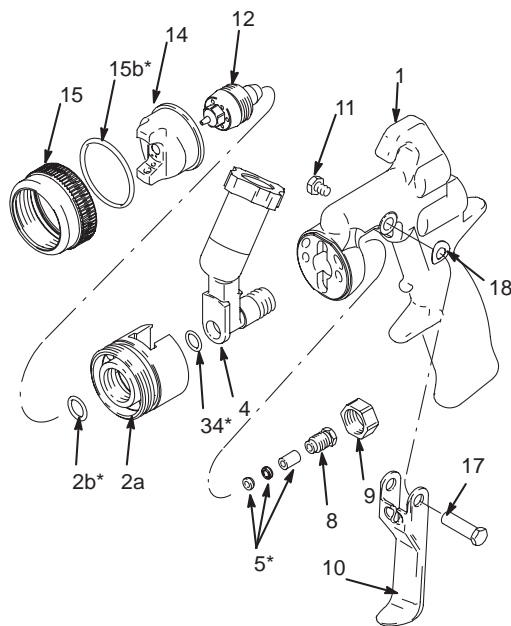

Fig. 23
1. Une fois, le corps de pulvérisation (2a) désolidarisé de l'adaptateur (4), utiliser l'outil spécial pour démonter le joint torique (2b) du corps (2a).
2. Retirer le joint torique (34) de l'adaptateur (4). (Voir Figure 23.)